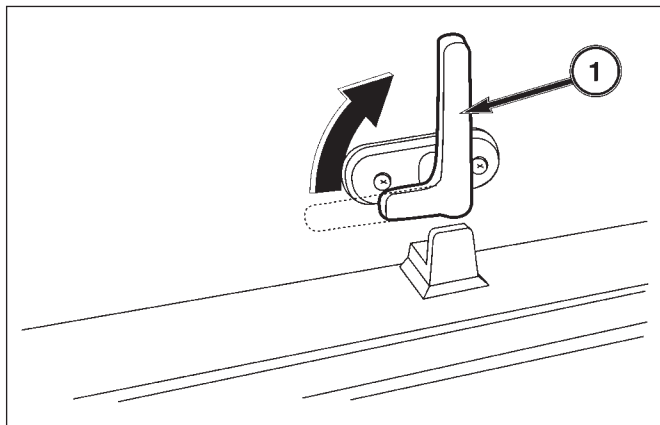

FIG. 5-98
FIG. 5-98: Tournez la poignée (1) de 90 degrés dans le sens horaire pour déverrouiller la vitre. Poussez doucement la lunette arrière pour l'ouvrir. La vitre est maintenue en place par un amortisseur.